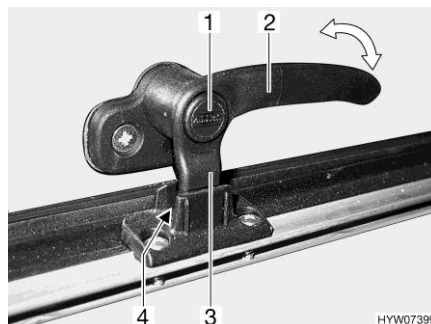
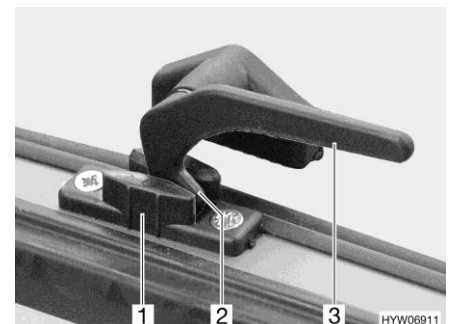

Bild 71 Verriegelungshebel mit Sicherungsknopf in Stellung "Dauerbelüftung"
Bild 72 Verriegelungshebel in Stellung "Dauerbelüftung"
- in Stellung "Dauerbelüftung" (Bild 71 und Bild 72)
- Wenn vorhanden, Sicherungsknopf (Bild 71,1) drücken und gedrückt halten.
- Alle Verriegelungshebel (Bild 71,2 oder Bild 72,3) eine viertel Umdrehung zur Haubenmitte hin drehen.
- Alle Verriegelungshebel wieder zurückdrehen. Die Verriegelungsnase (Bild 71,3 oder Bild 72,2) dabei in die Aussparung der Haubenverriegelung (Bild 71,4 oder Bild 72,1) einfahren.